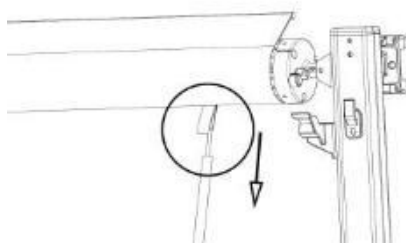

Figure D3
3. Zamontuj ściankę działową na pasie rolkowym i pociągnij markizę na zewnątrz. (Rysunek D3)